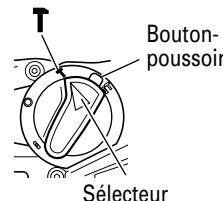

Fig. 20
Le foret de cette perceuse peut être mis en mode de percussion uniquement en appuyant sur le bouton pressoir et en tournant le sélecteur sur le repère T. (Fig. 20)
- (3) Tourner le sélecteur sur le repère T. (Fig. 20)